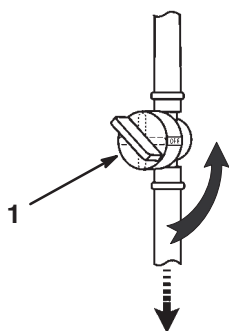

Figure 29
6. Fermez le robinet d'essence (Fig. 29).